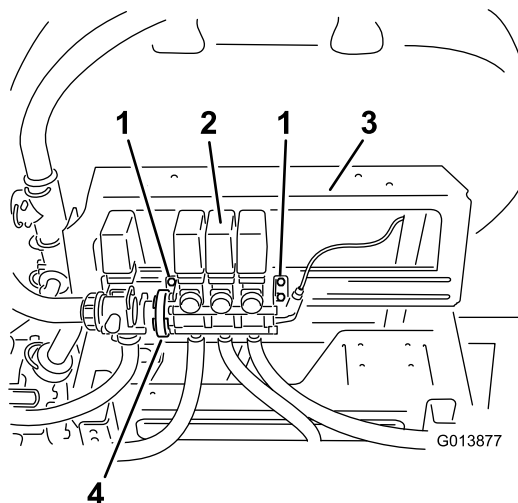

Bild 4
1. Lösen Sie die Schrauben (nicht abnehmen), mit denen das Auslegerventil an der Befestigungshalterung befestigt ist (Bild 4).
2. Lösen Sie die vorhandene Schneckenklemme, mit der das Rührwerkventil am Auslegerventil befestigt ist (Bild 4).